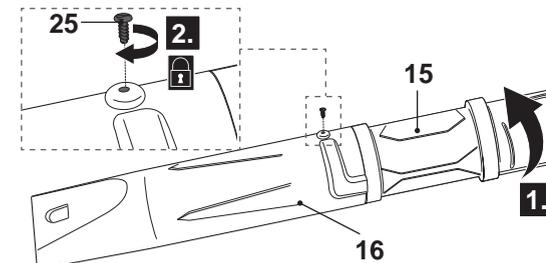

Fig. 2
- > Tenez le tube inférieur [16] et tournez complètement le tube supérieur [15] vers la droite jusqu'à ce qu'il se mette en place (Fig. 2, étape 1).
- > Insérez et serrez la vis [25] pour fixer le raccordement (Fig. 2, étape 2).